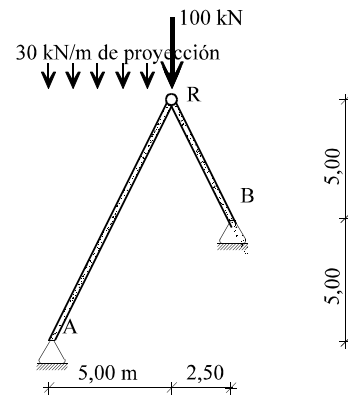

Figura 2
2) Dibujar y acotar las leyes de esfuerzos en el pórtico triarticulado de la figura 2 para las siguientes cargas: